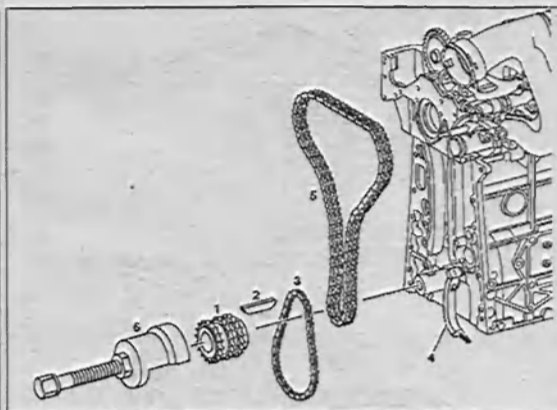

Рис. 3.12. Снятие и установка зубчатого шкива коленчатого вала:
4. Опустите натяжной рычаг 4, преодолевая усилие пружины, и снимите цепь привода масляного насоса 3 (рис. 3.12).